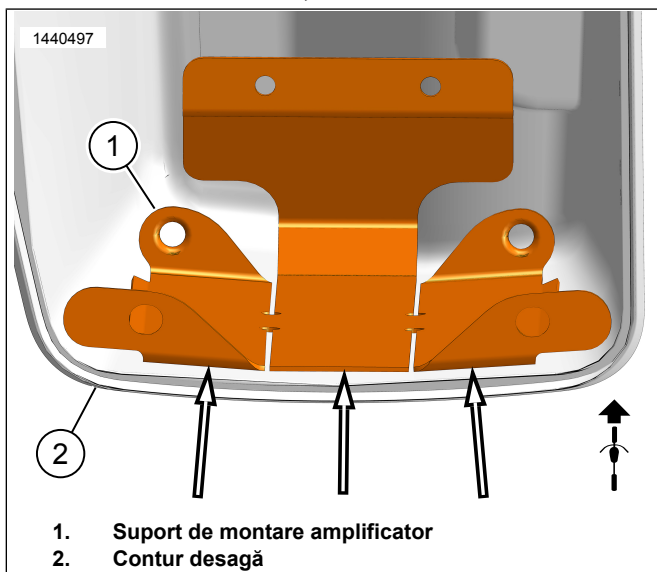

Figura 13. Contur desagă
- b. Figura 13 Utilizați fantele din suportul de montare (1) pentru a îndoi și a urmări conturul de la desagă (2) fără balans. Acest lucru va asigura un contact mai bun și aderență cu banda. Nu decojiți banda în acest moment.